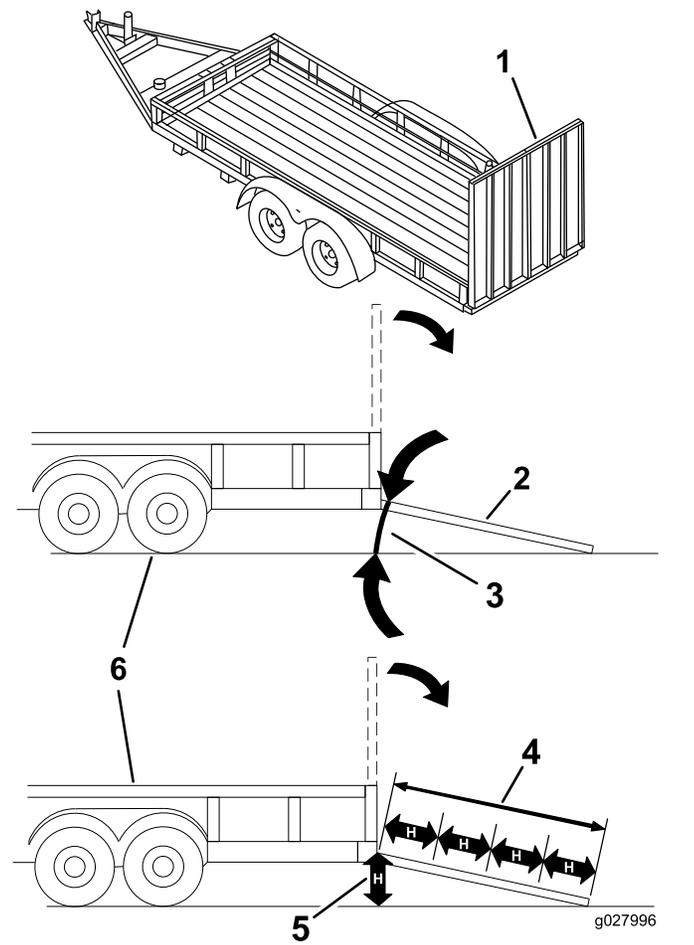

Figura 35
Quando si carica la macchina su un trailer o un autocarro si aumenta il rischio di ribaltamento, che può causare gravi ferite ed anche la morte (**Figura 35**).
3. Abbassate la rampa, assicurandovi che l'angolazione tra la rampa e il terreno non superi 15 gradi (Figura 35).
1. Abbassate la rampa, assicurandovi che l'angolazione tra la rampa e il terreno non superi 15 gradi (Figura 35).